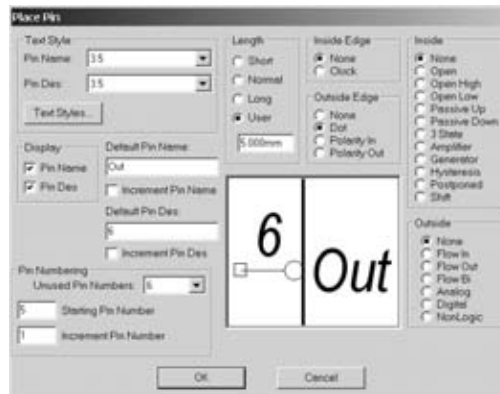
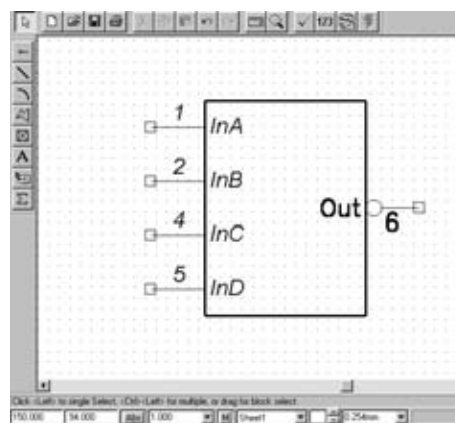

Рис.2.3.7
Рис.2.3.8
- Сформировать выходной вывод. Для этого надо щелкнуть ЛК. Откроется диалоговое окно Place Pin. В области Outside Edge выбрать значение Dot, а в остальных областях оставить None. В поле Default Pin Name ввести имя вывода – Out. В поле Default Pin Des ввести номер вывода 6. Нажать на кнопку ОК (рис.2.3.7). Поставить курсор в точку с координатами (30, 25), нажать ЛК и, удерживая ее, дважды нажать на клавишу буквы R для разворота вывода на 180° (или один раз клавишу буквы F). Отпустить ЛК. Щелкнуть ПК. Полученный результат представлен на рис.2.3.8.